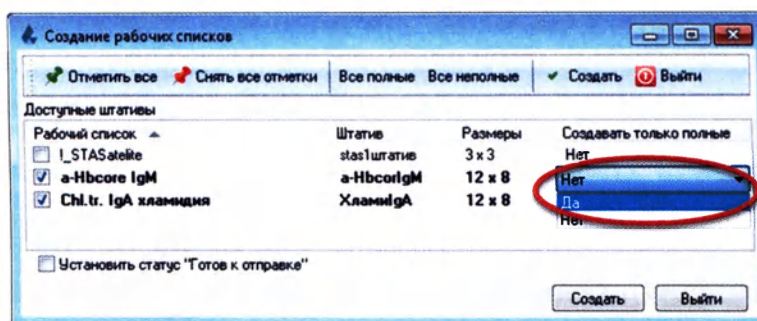

Рисунок 6.7
6. Чтобы создать только полные штативы, в колонке «Создавать только полные» выберите значение «Да», как показано на рисунке ниже (Рисунок 6.7):